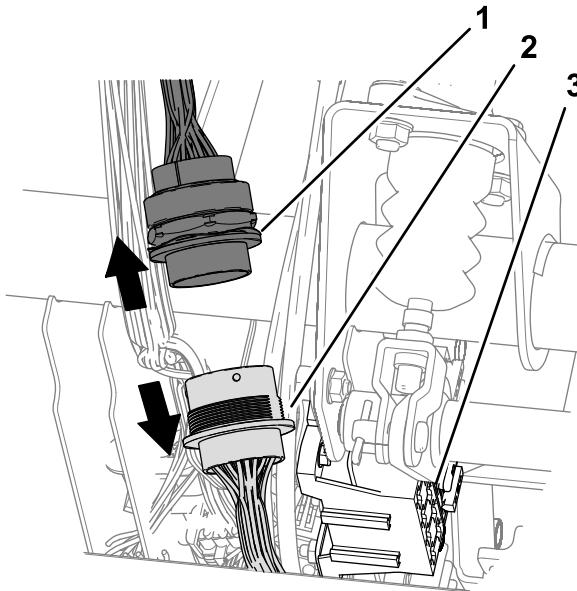

図 20
1. 車体の前部ヒューズブロックの近くにある、31ピンコネクタ・31 ソケットコネクタ車両の前および後のワイヤハーネス用のコネクタを探し出す **図 20**。
2. 車両の前および後のワイヤハーネス用の31ピン・31ソケットコネクタの接続を外す図 20。